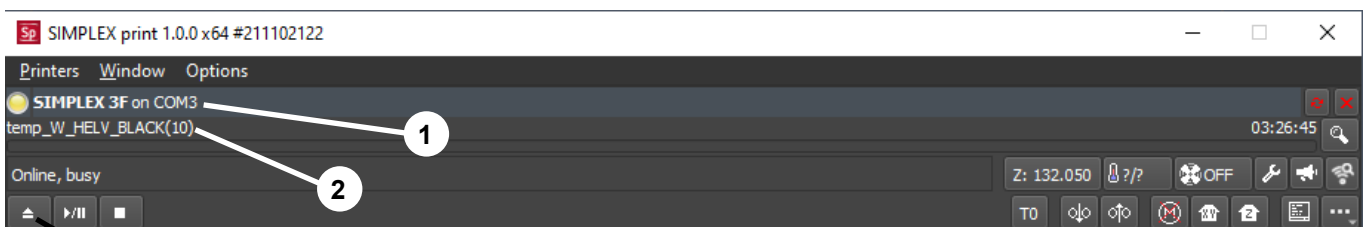

Fig. 67
- ◆ A SIMPLEX é exibida na barra de status (1, Fig. 67)
⇒ Selecione e carregue o G-Code clicando no botão de carregamento (3, Fig. 67).
- ◆ O nome do arquivo correspondente é exibido na barra de status (2, Fig. 67)